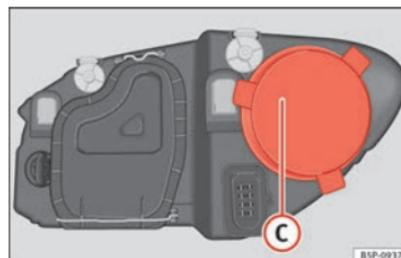

Fig. 186 Feux de route.
- Retirez le cache ⇒ fig. 186 C en tirant dessus. ▶